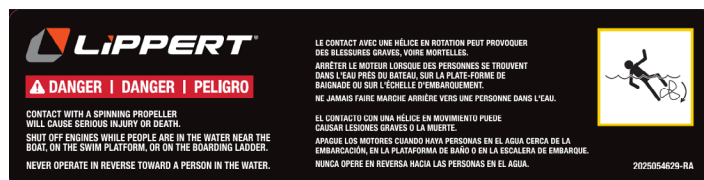

Fig.12
1. Apposez l'étiquette de danger fournie (Fig. 12) près du poste de pilotage, conformément à la norme ABYC H-41.